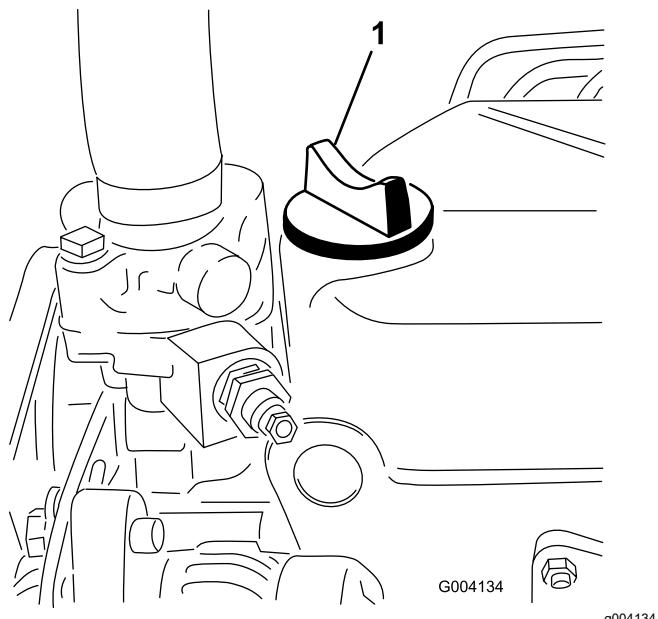

Figura 60
- Se l'olio non raggiunge la tacca FULL (pieno), togliete il tappo di riempimento (Figura 60) e aggiungete olio finché il livello non raggiunge la tacca FULL (pieno).